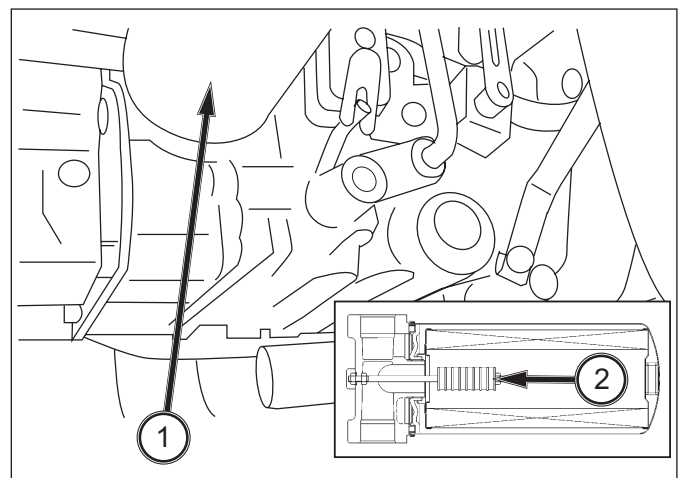

ABB. 133
ABB. 133: Auswechseln des Getriebeölfilters (Sub): Bei einem Ölwechsel immer auch den Getriebeölfilter auswechseln. Den Ölfilter (1) vorsichtig aus dem Getriebe herausschrauben. Dazu einen Ölfilterschlüssel verwenden.